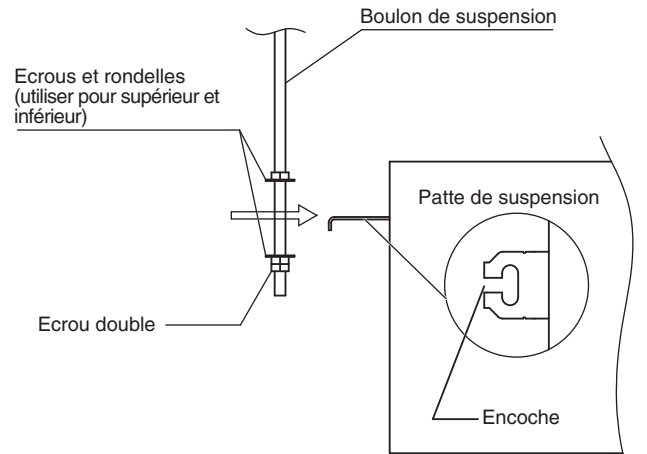

Fig. 3-5
- (3) Monter les 3 écrous hexagonaux et les 2 rondelles (fourniture sur site) sur chacun des 4 boulons de suspension (Figs. 3-5 et 3-6). Utilisez 1 écrou et 1 rondelle pour la partie supérieure et 2 écrous et 1 rondelle pour la partie inférieure de sorte que l'unité ne tombe des pattes de suspension.